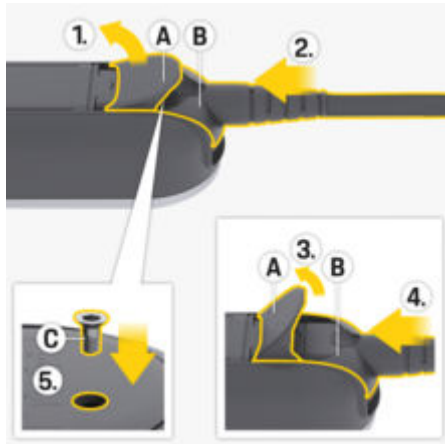

Abb. 14: Netzkabel befestigen und Stecker fixieren
1. Klappe **A** (Abb. 14) um etwa 15 Grad öffnen (nur so weit, dass der Stecker **B** (Abb. 14) in die Bedieneinheit passt).
2. Stecker **B** (Abb. 14) bis zum ersten Widerstand in die Bedieneinheit einschieben.
3. Klappe **A** (Abb. 14) ganz öffnen.
4. Stecker **B** (Abb. 14) vollständig einschieben.
5. Klappe **A** (Abb. 14) ganz schließen und mit der Schraube **C** (Abb. 14) festschrauben.